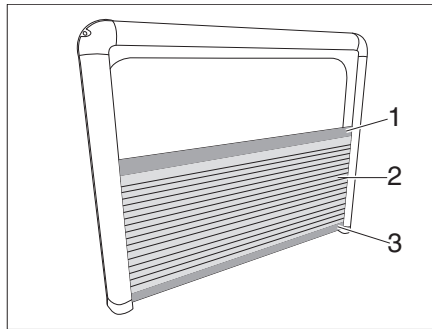

Fig. 77 Store, plissé
- Tirer le store occultant (Fig. 77,2) de la barrette supérieure (Fig. 77,1) vers le haut et faire glisser la barrette inférieure (Fig. 77,3) vers le bas.
- Faire glisser la barrette supérieure (Fig. 77,1) vers le bas. La fenêtre ouverte est protégée par une moustiquaire.
- faire glisser la barrette inférieure (Fig. 77,3) vers le haut. La fenêtre ouverte n'est pas protégée par une moustiquaire.